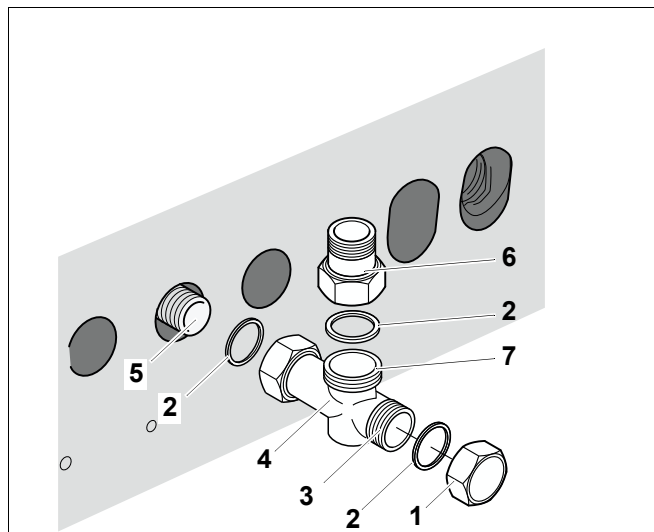

Рис. 9 Монтаж подключения обратной линии на котле Logano G124 WS
- Установить уплотнение (рис. 9, **поз. 2**) в накидную гайку тройника (рис. 9, **поз. 4**), который входит в объем поставки.
- Крепко закрутить тройник (рис. 9, **поз. 4**) на подключении обратной линии отопительного котла RK (рис. 9, **поз. 5**).
Если Вы не пользуетесь системой быстрого монтажа (дополнительный заказ), то подключите обратную линию через поставляемый переходник G 1¼ на R 1 (рис. 9, **поз. 6**).
- Установить уплотнение (рис. 9, **поз. 2**) в накидную гайку переходника G 1¼ на R 1 (рис. 9, **поз. 6**), входящего в объем поставки.
- Установить поставляемый переходник G 1¼ на R 1 (рис. 9, **поз. 6**) для обратной линии системы отопления (рис. 9, **поз. 7**) на 90°-ый отвод тройника.
Если Вы не подключаете бак-водонагреватель, то нужно заглушить тройник (рис. 9, **поз. 4**), установив торцевую крышку (рис. 9, **поз. 1**).
- Установить торцевую крышку (рис. 9, **поз. 1**) вместе с уплотнением (рис. 9, **поз. 2**).
- Подсоединить обратную линию бака-водонагревателя к нижнему отводу тройника (рис. 9, поз. 3, стр. 27).